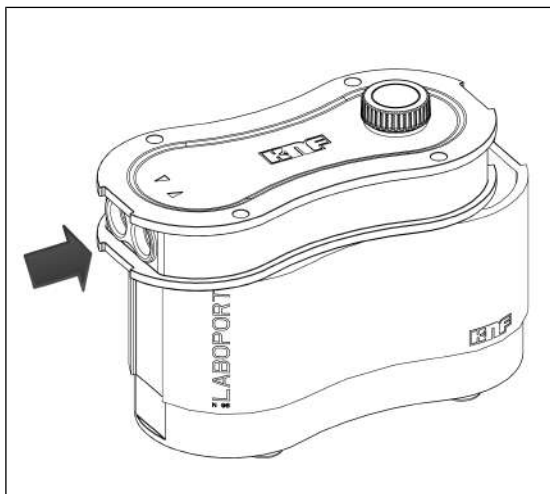

Рис. 13: Надвигка крышки корпуса на газовые соединения (закрытие насоса)
2. Надвиньте крышку корпуса (2) на газовые патрубки до тех пор, пока геометрия крышки корпуса (2) не совпадет с формой корпуса насоса (3) (см. Рис. 13).